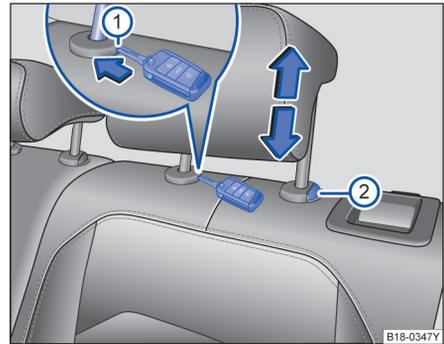

图 61 拆卸和安装后部头枕
- 将打开的轿车钥匙头插入护套的槽内 ⇒ 图 61 ①。
- 同时按压按钮②，另一人将头枕完全拔出。